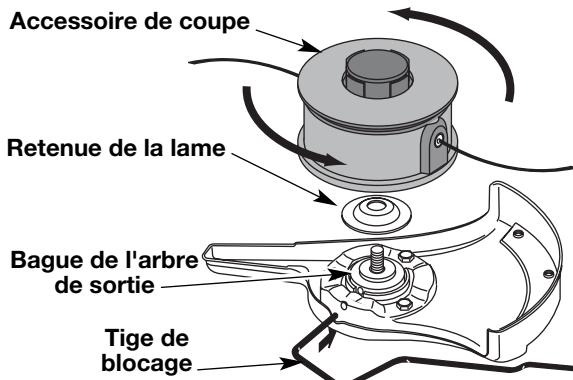

Fig. 14
5. Alignez le trou de la bague de l'arbre avec la fente de la tige de blocage, puis insérez la tige dans le trou. (Fig. 7). Placez la retenue de lame sur l'arbre de sortie, la partie plate reposant contre la bague de l'arbre tel qu'indiqué sur la Fig. 14. Vissez l'accessoire de coupe à gauche sur l'arbre. Vissez bien.